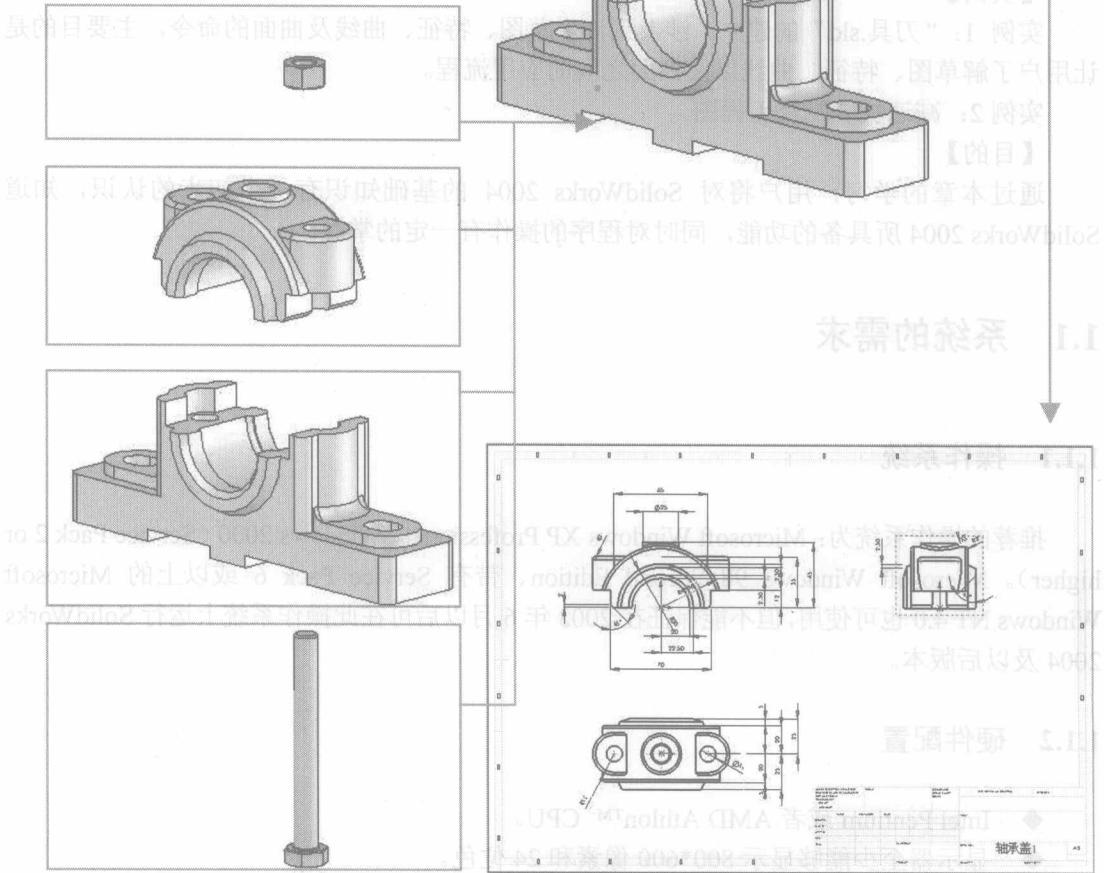
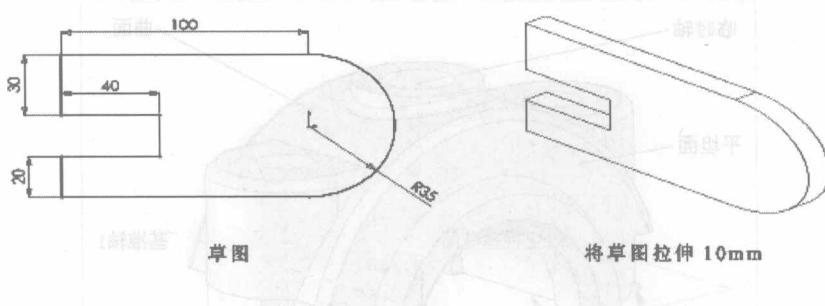
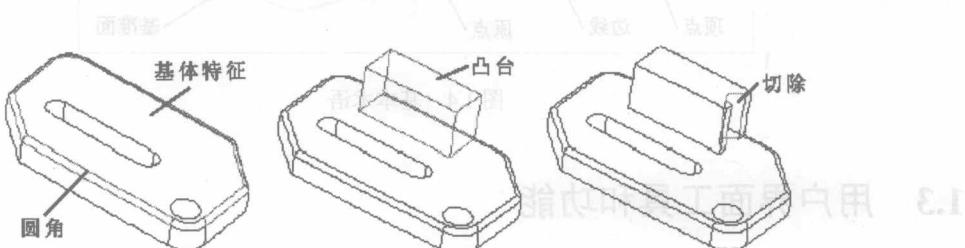

图 1.1 三维零件、装配体以及二维工程图
图 1.2 由草图建立特征
图 1.3 组合特征形成零件
SolidWorks 2004 模型由零件、装配体和工程图组成，并且三者具有联动功能，如图 1.1 所示。
- ◆ 利用 SolidWorks 2004，可以生成二维工程图及三维零件模型，用三维零件模型可建立二维工程图和三维装配体，如图 1.1、图 1.2 所示。
- ◆ 具有特征造型的功能。一般可用草图建立一个基本特征，然后加上更多的特征，再由特征建立零件。在此过程中可通过对特征的加减、改变或调动来自由地重定义设计，如图 1.2、图 1.3 所示。